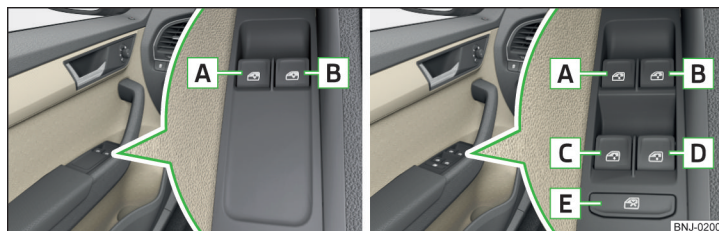

Fig. 39 Teclas de los elevallunas: Variante 1 / Variante 2
Dependiendo del equipamiento pueden operarse las ventanas delanteras presionando/tirando las teclas en la puerta del conductor - **Variante 1** o la ventana delantera y trasera **Variante 2** » **fig. 39**.
La ventana del conductor se puede abrir/cerrar completamente y automáticamente en la **Variante 2** » **fig. 39** presionando y/o tirando la tecla hasta el tope. Al presionar/tirar de nuevo la tecla quedará la ventanilla parada. ▶
- La **Variante 1** del elevavinas eléctrico » **fig. 39 de la pág. 52 no dispone de ningún limitador de fuerza.** Debe cerrar la ventanilla con cuidado. ¡Existe peligro de lesiones!
- La **ventanilla de copiloto de la variante 2** del elevavinas eléctrico » **fig. 39 de la pág. 52 dispone de ningún limitador de fuerza.** Debe cerrar la ventanilla con cuidado. ¡Existe peligro de lesiones!